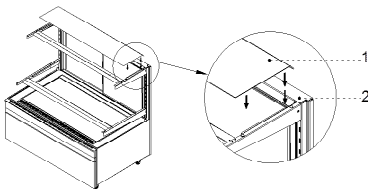

Abb.2 Befestigung der Innenabdeckung der oberen Ablage
- 2 - den Innenschutz der oberen Ablage montieren Abb. 2 (S. 25)